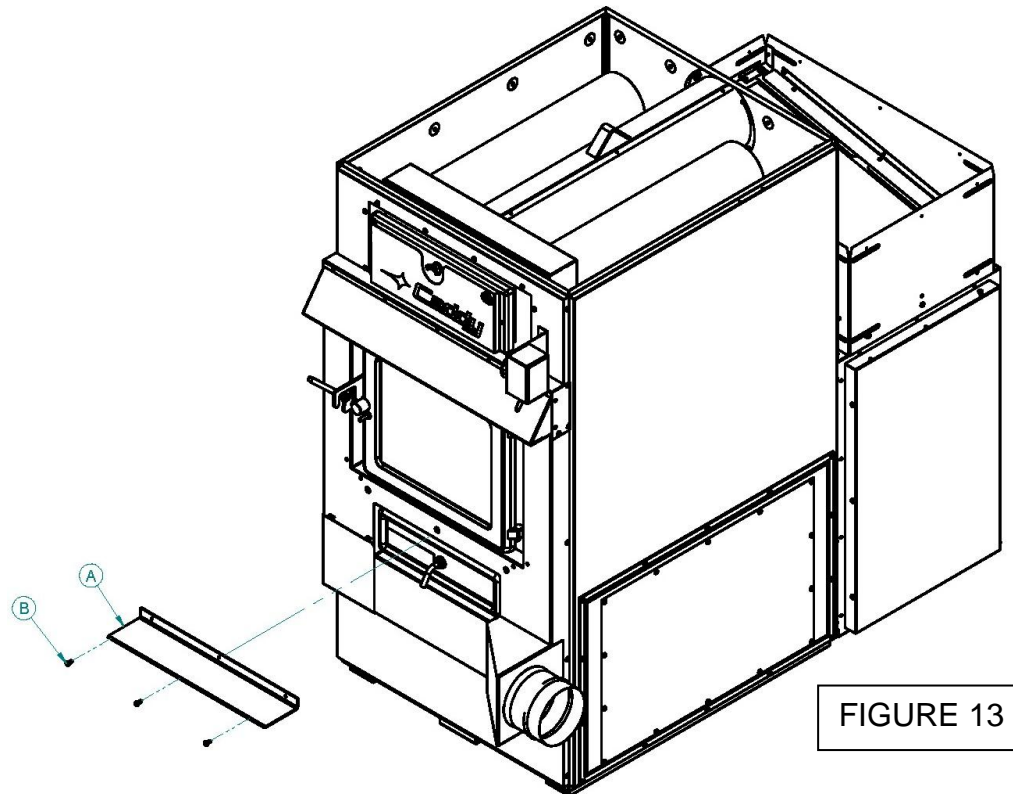

FIGURE 13
**Étape 13 :** Revissez le cendrier (A), retiré à l'étape 2, sur le bas de l'adaptateur d'entrée d'air frais à l'aide de trois vis (B) fournies tel qu'illustré à la figure 13.